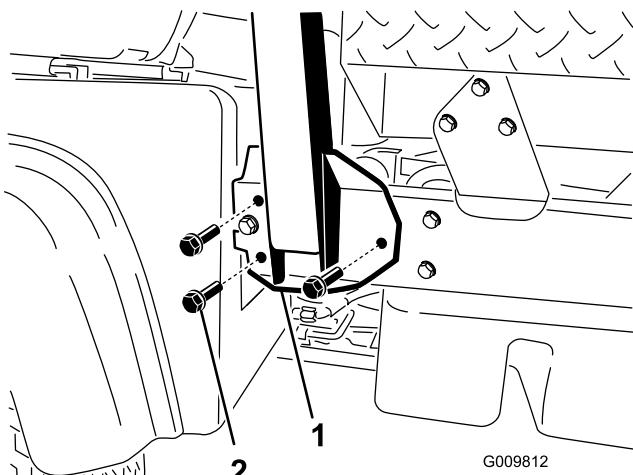

Рисунок 4
- Выровняйте обе стороны защиты кабины водителя-оператора при опрокидывании по монтажным отверстиям на обеих сторонах рамы автомобиля, как показано на Рисунок 4.